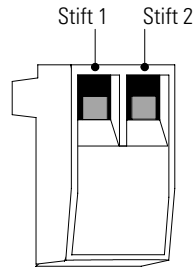

Abbildung 14. REPO-Anschlusstecker
3. Die isolierten, normalerweise-geöffneten, trockenen Kontakte (mit Nennwerten von maximal 60 V Gleichspannung, 30 V Wechselspannung effektiv und 20 mA) am ganzen REPO-Gerät an Stift 1 und Stift 2 anschließen (siehe Abbildung 14). Bitte ein verdrahten, nicht abgeschirmtes Kabel, Größe 0,75 mm²–0,5 mm² (18–20 AWG), verwenden.